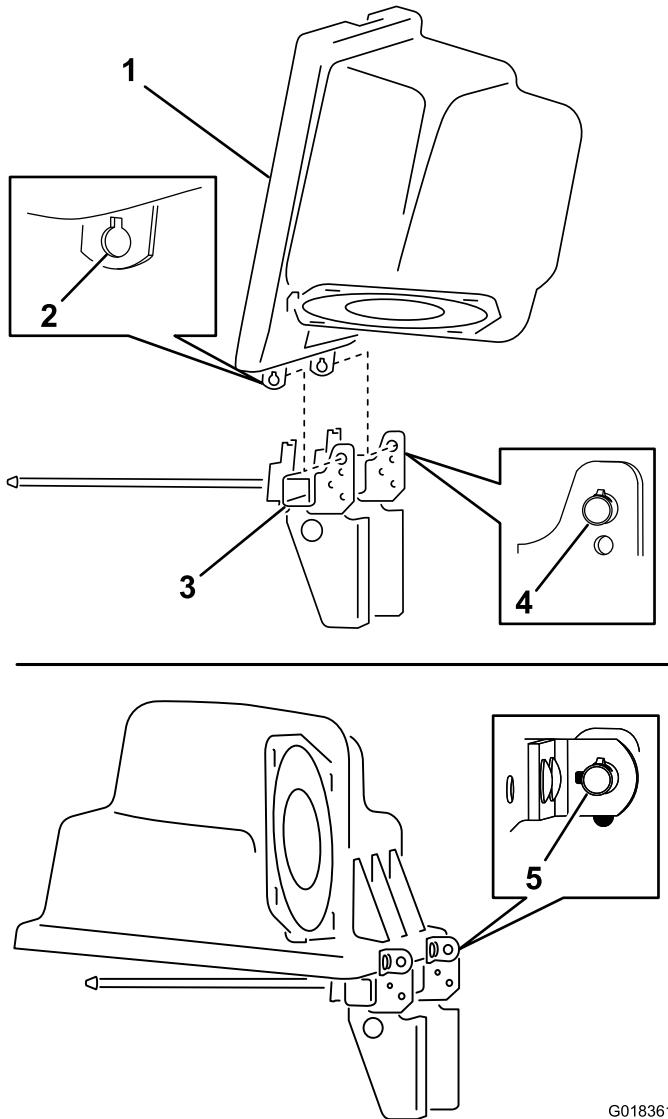

Figura 16
1. En la tapa, localice la ranura de bocallave en los soportes derecho e izquierdo de la tapa (Figura 16).
2. En el bastidor de la tolva, localice los 2 pasadores enchavetados en los soportes de giro de la parte superior del bastidor de la tolva (Figura 16).
3. Gire la tapa hasta que la ranura de bocallave este arriba, y coloque la tapa a la derecha de los pasadores de giro encajados (Figura 16).
4. Monte la tapa en el bastidor de la tolva, deslizando las ranuras de bocallave de los soportes sobre los pasadores encajados (Figura 16).
5. Gire la tapa hacia abajo para sujetarla al bastidor de la tolva, según se muestra en Figura 16.